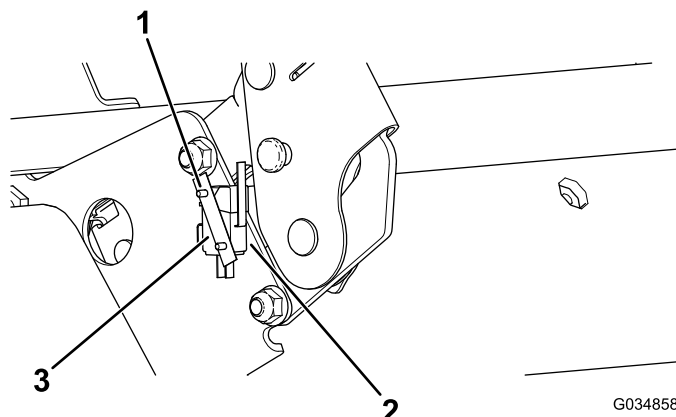

图4
3. 使插片螺母上的尖头向外，将插片螺母上的 2 个孔与开关上的 2 个孔对齐 (图4)。
4. 将 2 个螺丝 (#4 x 3/4 英寸) 插入插片螺母并轻轻拧紧 (图4)。